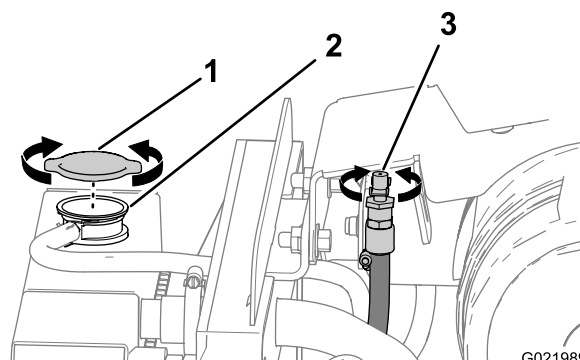
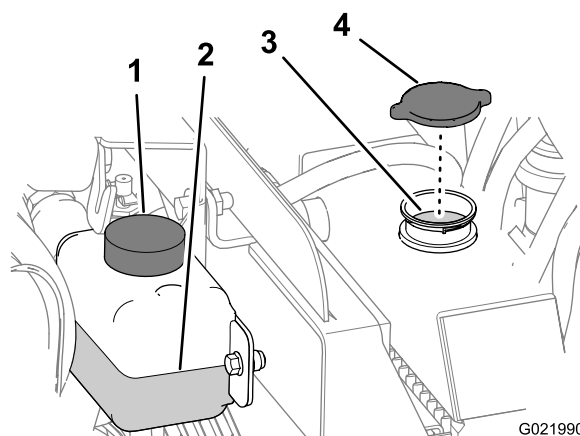

Рисунок 78
Рисунок 79
4. Откройте вентиляционный клапан двигателя (Рисунок 78).
5. Снимите крышку с горловины заливного отверстия радиатора и проверьте уровень охлаждающей жидкости (Рисунок 78 и Рисунок 79),
6. Если уровень охлаждающей жидкости низкий, добавьте охлаждающую жидкость до низа заливной горловины (Рисунок 79).
2. Снимите крышку радиатора (Рисунок 78 и Рисунок 79).
- B. Откройте вентиляционный клапан (Рисунок 78).
- A. Откройте вентиляционный клапан (Рисунок 78).
1. Снимите крышку радиатора (Рисунок 78 и Рисунок 79).
2. Откройте вентиляционный клапан (Рисунок 78).